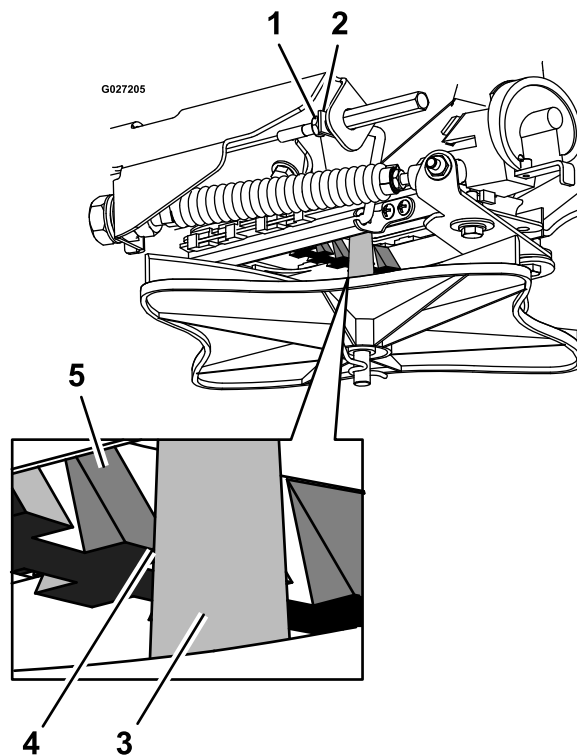

Figure 83
6. Tirez sur la tige de liaison jusqu'à obtention d'un écart de 3,2 mm (1/8 po) entre la dent de rampe et l'arbre de turbine (Figure 83).
7. Resserrez l'écrou de blocage (Figure 83).
5. Desserrez l'écrou de blocage au bout du câble de commande de répartition (Figure 83).